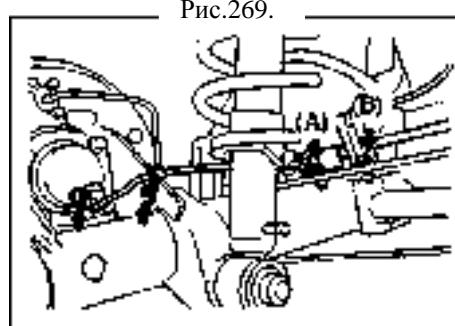

Рис.269.
Установите жгут проводов и трос стояночного тормоза 2 болтами и зажимами. Момент затяжки: (A) 5.4 Нм (B) 5.0 Нм (рис.269).